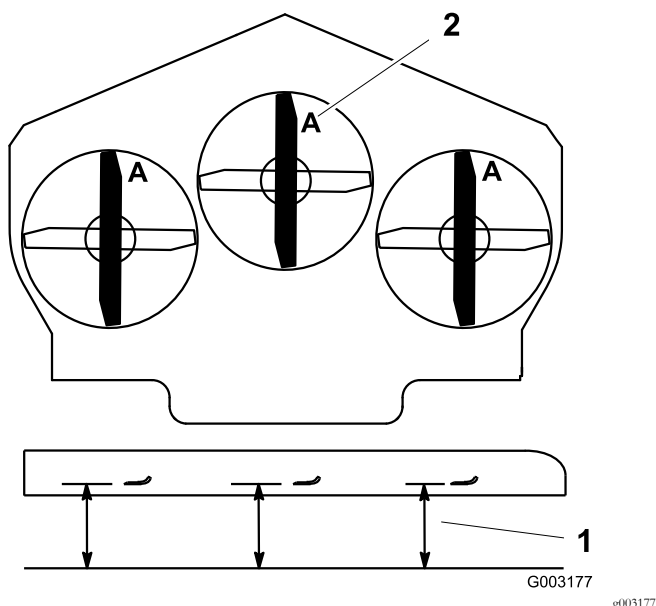

Figura 87
3. Gire las cuchillas hasta que los extremos estén orientados hacia adelante y hacia atrás (Figura 87). Mida desde una superficie nivelada hasta el filo de corte, posición A, de las cuchillas (Figura 87). Anote esta dimensión.